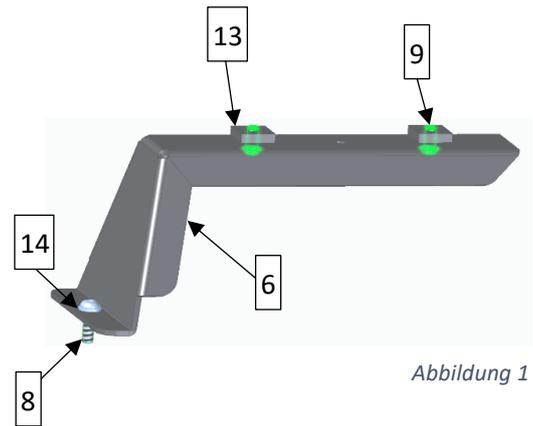

Abbildung 1
Vorab müssen die acht Anbauteile (Verbindungsstücke zwischen Fahrzeug und Dachgepäck-Reling) vormontiert werden. Dafür werden jeweils folgende Teile benötigt und wie in Abbildung 1 zusammengeschraubt. Die Schrauben bei den Nutensteinen (9) müssen vorerst nur drei bis vier Gewindegänge in die Nutensteine (13) eingeschraubt werden: